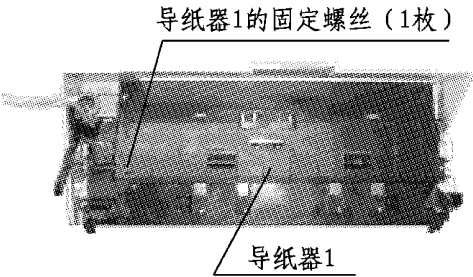
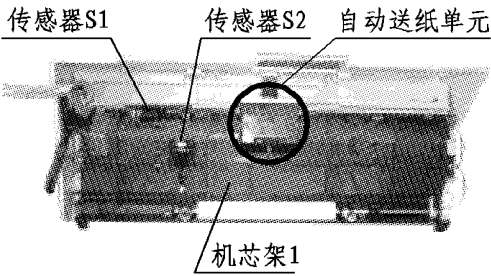

图7-15
图7-16
- b) 拆卸导纸器1的固定螺丝（1枚），拆卸导纸器1。（图7-15、图7-16）
- c) 在更换时请使用镊子取出传感器。（图7-16）
原稿自动送纸单元，是安装在机芯架1上。从机芯单元中拆卸下机芯架1，进行更换。（图7-16）